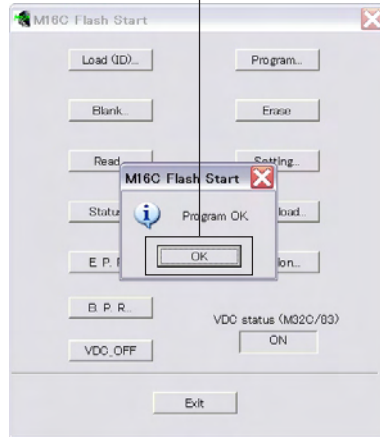

Fig. 6
9. When the program transmission is completed, the screen appears as shown below. (Fig. 6)
9. プログラムの送信が終了すると、下記の画面が表示され、[OK]をクリックして"FlashSta.exe"を終了します。(Fig. 6)